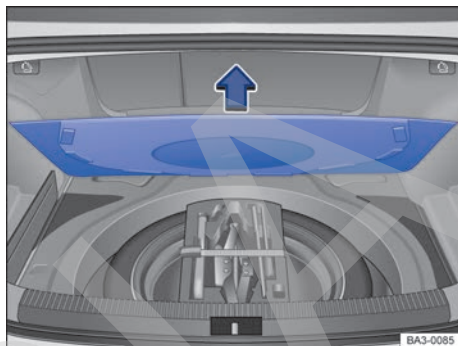

Fig. 187 En el maletero, debajo del recubrimiento del piso: rueda de repuesto y herramientas de a bordo.
- Levante el recubrimiento del piso → fig. 187 (flecha) y extráigalo si fuera necesario.